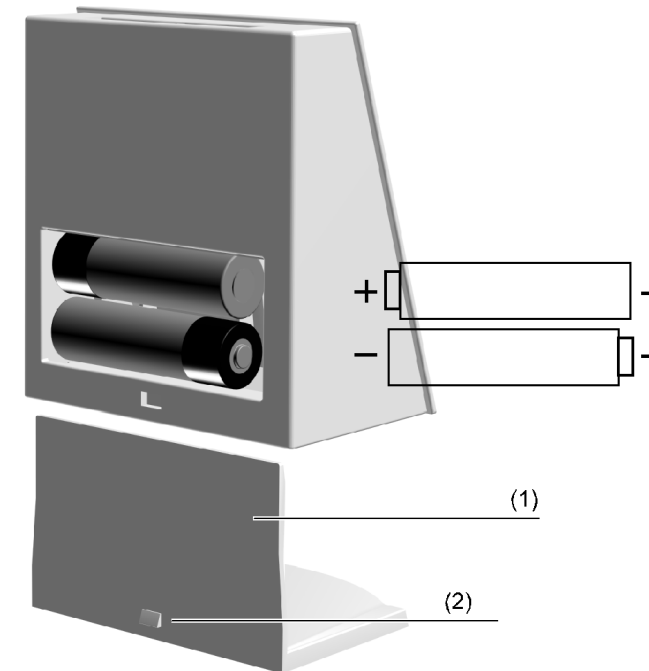

Bild 3: Einlegen der Batterien
2. Legen Sie die Batterien ein. Achten Sie dabei auf die korrekte Polung der Batterien (siehe Bild 3).